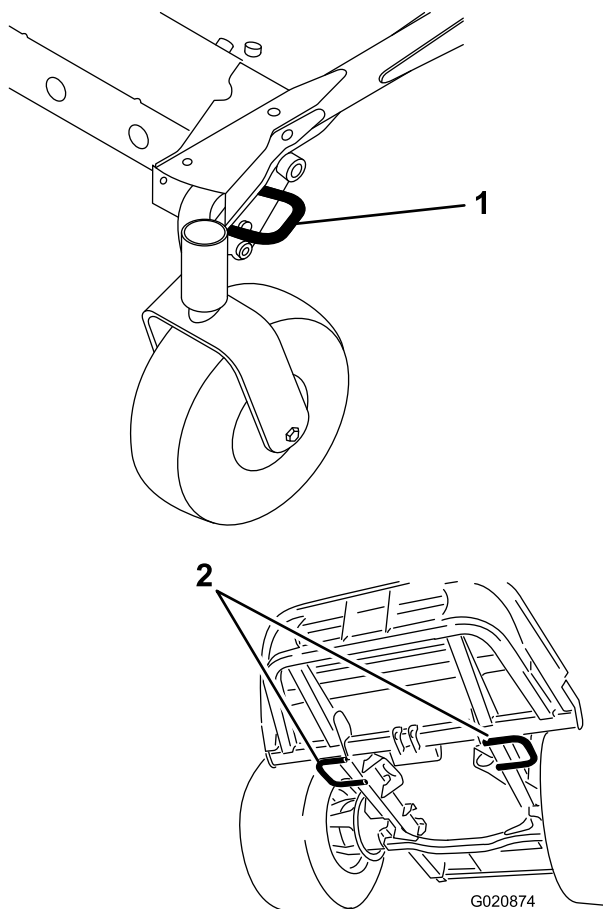

Figura 30
3. fissate la macchina al rimorchio o all'autocarro con sicurezza per mezzo di cinghie, catene, cavi o funi, nel pieno rispetto delle norme previste dal codice della strada per la vostra zona (Figura 30).